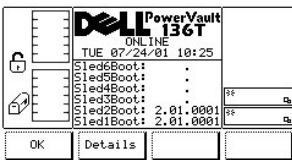

図 124. About > Details ダイアログ (第 3 画面)
- 1 **Details** ソフトキーの下にあるボタンを押すと、続きのダイアログが表示されます。図 124を参照してください。